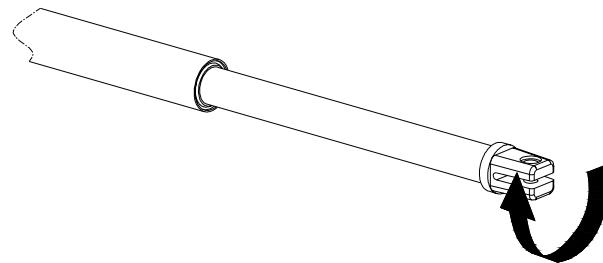

Abb. 4
- 4) Spindel bis zum Anschlag ausfahren (Abb. 4).
- 6) Die Antriebsstange um eine halbe Umdrehung / um eine Umdrehung in Uhrzeigersinn drehen (Abb. 4).